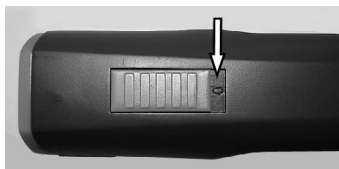

Fig. 4 Kontakt i OFF-position ("0")
1. Kontroller klipperens kontakter (1) og batteriet (2) for fremmedlegemer og forurening.
2. Kontroller, at kontakten på klipperen er i OFF-position ("0") (fig. 4).
3. Sæt batteriet (2) ind i klipperen (3), indtil batteri-interlock'en (1) har fat på begge sider.
4. Sæt klipperen med isat batteri (1) eller kun batteriet (2) ind i den dertil beregnede opladerforbyrningen på opladerstationen ovenfra uden at bruge magt.
6. Batteri oplader. Kontrolllyset lyser rødt (3) under opladningen. Så snart batteriet er opladet 90%, skifter det grønne kontrollys til grønt og opladeren skifter til flydende opladning.
7. Hold opladeren fast med en hånd, og træk klipperen (1) eller batteriet (2) ud med den anden.
1. Sæt kontakten i position "0" (fig.4).
2. Skub batteri-interlock'en (2) på begge side indad, og træk batteriet (1) ud af klipperen.
3. Sæt det ladte batteriet (1) ind i klipperen (2), indtil batterilåsen er gået i hak på begge sider.